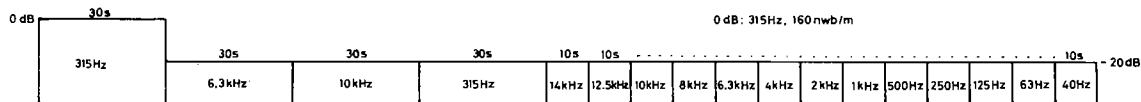

Fig. 11-4 Bande d'essai STD-331B
- STD-331B\* : Réglages de reproduction (se référer à la Fig. 11-4).